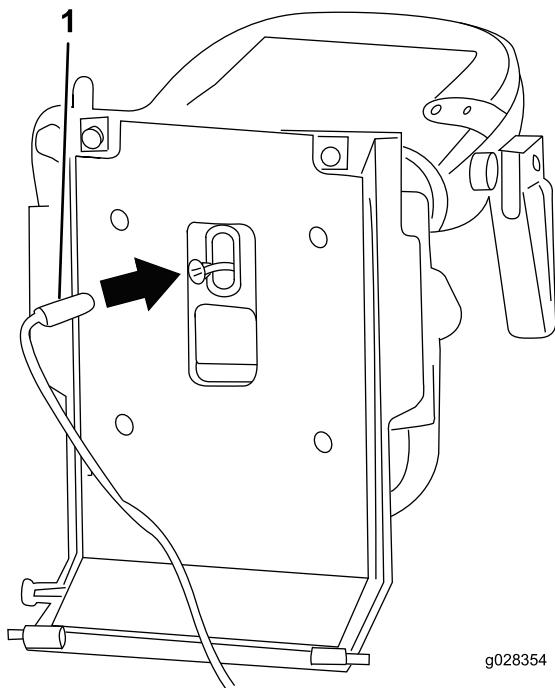

Bild 5
7. Trennen Sie den Kabelbaum für den Sitzschalter unten am Sitz ab (Bild 5).